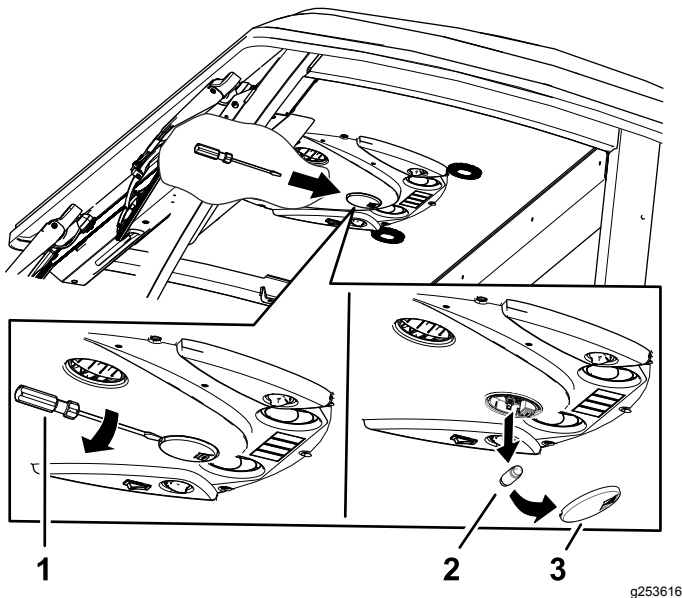

Bild 118
1. Verwenden Sie einen Schraubendreher, um die Lichtscheibe vom Bedienfeld zu entfernen (Bild 118).
2. Entfernen Sie das Leuchtmittel aus der Fassung (Bild 118).